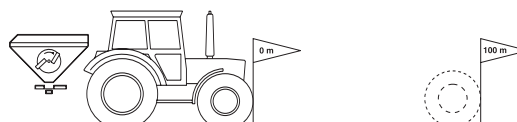

Fig. 13
- Mål en strækning på nøjagtigt 100 m på marken. Strækningens start- og slutpunkt markeres (Fig. 13).